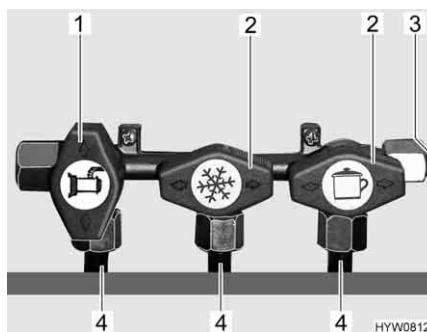

Fig. 52 Posizione dei rubinetti di arresto del gas (esempio)
- Posizionare il rubinetto di arresto del gas dell'apparecchio a gas corrispondente parallelamente (Fig. 52,1) alla tubatura (Fig. 52,4) che alimenta l'apparecchio a gas.
- Posizionare il rubinetto di arresto del gas dell'apparecchio a gas corrispondente trasversalmente (Fig. 52,2) alla tubatura (Fig. 52,4) che alimenta l'apparecchio a gas.